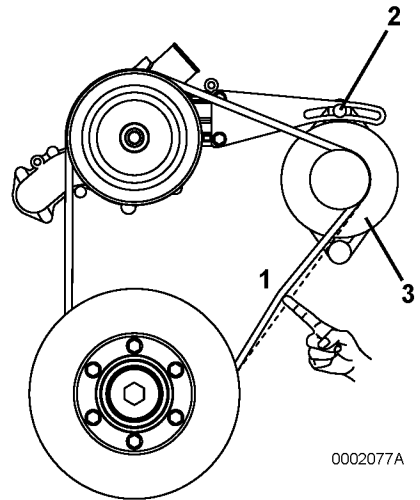

Figure 6
1. Vérifiez la tension de la courroie trapézoïdale en appuyant au milieu de la courroie (**Figure 6, (1)**) avec votre doigt avec environ 98 N, 10 kgf (22 lb/pi).
2. Si l'écrasement de la courroie excède les limites, réglez la tension de la courroie trapézoïdale. Desserrez le boulon de réglage (**Figure 6, (2)**) et déplacez l'alternateur (**Figure 6, (3)**) pour régler la tension de la courroie trapézoïdale.
Desserrez le boulon de réglage (**Figure 6, (2)**) et déplacez l'alternateur (**Figure 6, (3)**). Retirez la courroie des poulies.
4. Installez la nouvelle courroie conformément au chemin (**Figure 6**) et réglez la tension tel que détaillé dans l'étape 2.